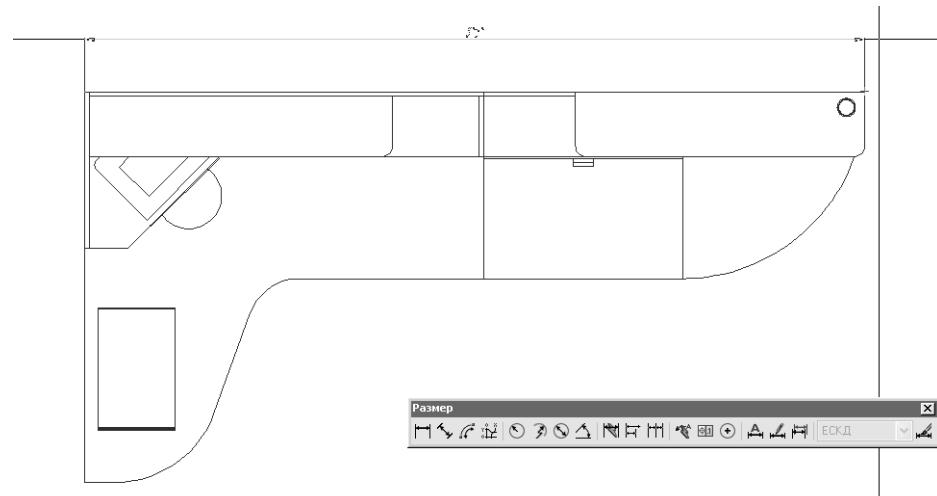

Рис. 11.9 ▼ Задание расположения горизонтального размера с помощью мыши
4. AutoCAD создаст размер и предложит задать его расположение (рис. 11.9). Проще всего в нашем случае задать расположение размера, просто выбрав соответствующую точку на чертеже. Как только вы щелкните в подходящей точке, размер будет создан, а в командном окне будет продубли-